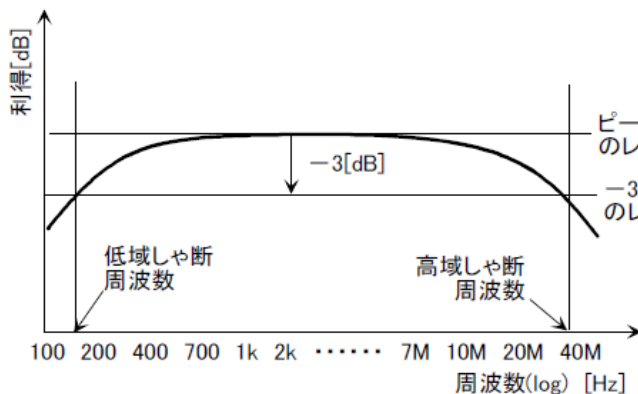

図10 増幅回路の周波数特性
- (3) 図10のように横軸に周波数(対数軸), 縦軸に電圧利得をとり, 片対数グラフに図示すること。
- (4) 図10における平坦部の利得から3 [dB] 落ちる周波数(遮断周波数)を低域, 高域ともにグラフより求めること。
- (5) 低域と高域の遮断周波数の範囲が増幅回路として利用できる周波数範囲である。